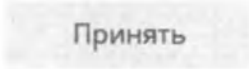

Рис.9.4 – Успешная активация лицензии
9.1.4. После успешной активации лицензии на экране Прибора появится сообщение вида как на рис.9.4. Для продолжения нажмите кнопку «ОК».